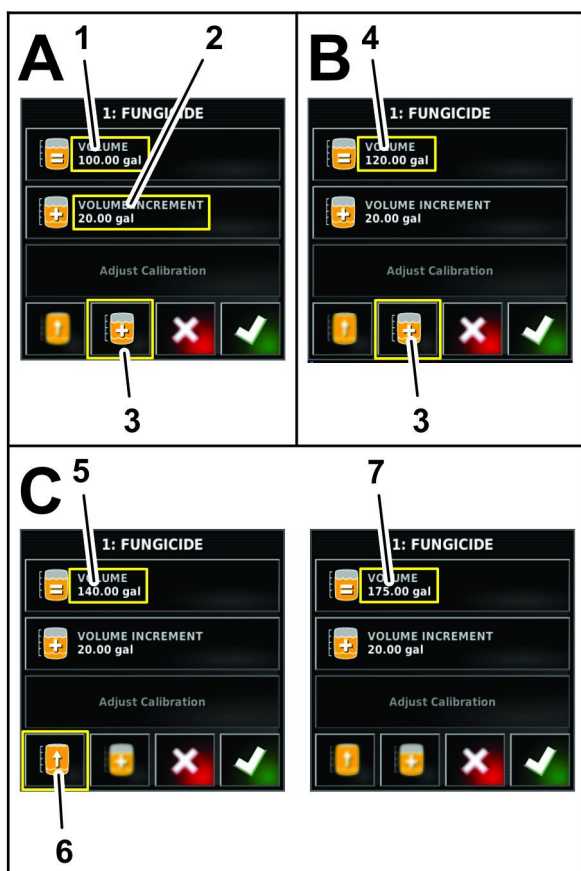

Figure 40
4. Si vous ajoutez progressivement des produits chimiques dans l'eau, appuyez sur l'icône d'AUGMENTATION de volume (Figure 40).
5. Utilisez le pavé numérique de l'affichage pour saisir le volume de produit (eau et produits chimiques par exemple), que vous allez ajouter dans la cuve et appuyez sur l'icône de confirmation (Figure 40).
6. Si vous ajoutez progressivement des produits chimiques dans l'eau, ajoutez le produit dans la cuve et appuyez sur l'icône d'AUGMENTATION DE LA QUANTITÉ DE PRODUIT (Figure 40).
7. Si vous mélangez une combinaison de produit, répétez l'étape 6 autant que nécessaire (Figure 40).
Remarque: Si vous remplissez la cuve au maximum d'eau ou de produit, vous pouvez appuyez sur l'icône de REMPLISSAGE MAXIMUM DE LA CUVE (Figure 40).